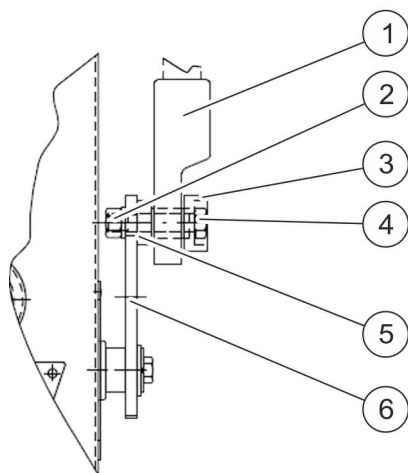

Abb. 15: Gestänge montieren
- 1.** ▶ Unteren Abschnitt des Schaltgestänges (Abb. 15/1) auf dem Haltebolzen (Abb. 15/5) mit Sicherungsring (Abb. 15/3) sichern. Schraube (Abb. 15/4) mit Mutter (Abb. 15/2) sichern (Anziehdrehmoment 50 Nm).